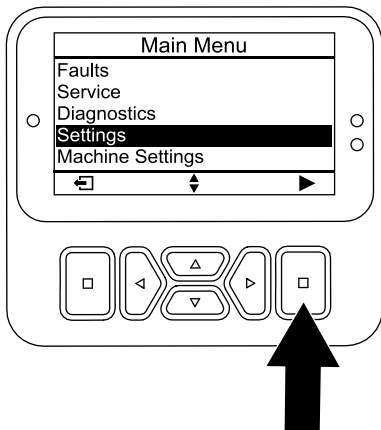

Figura 27
1. Din MAIN MENU (Meniu principal), derulai în jos la meniul SETTINGS (Setări) și apăsai butonul de selectare (Figura 27).